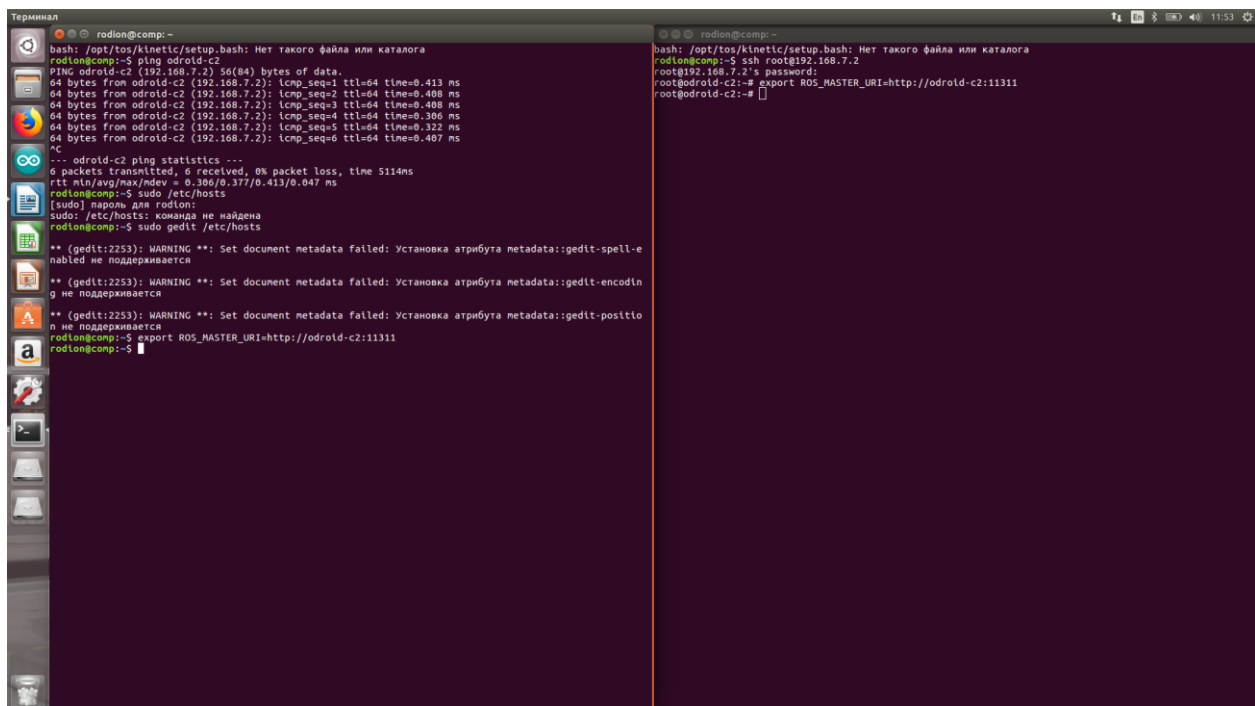

Рис. 22. Копирование адреса компьютера-мастера в файл конфигурации Odroid
4. Далее необходимо открыть второй терминал и в обоих окнах написать команду: «*export ROS\_MASTER\_URI=<http://odroid-c2:11311>*» (рис. 22):